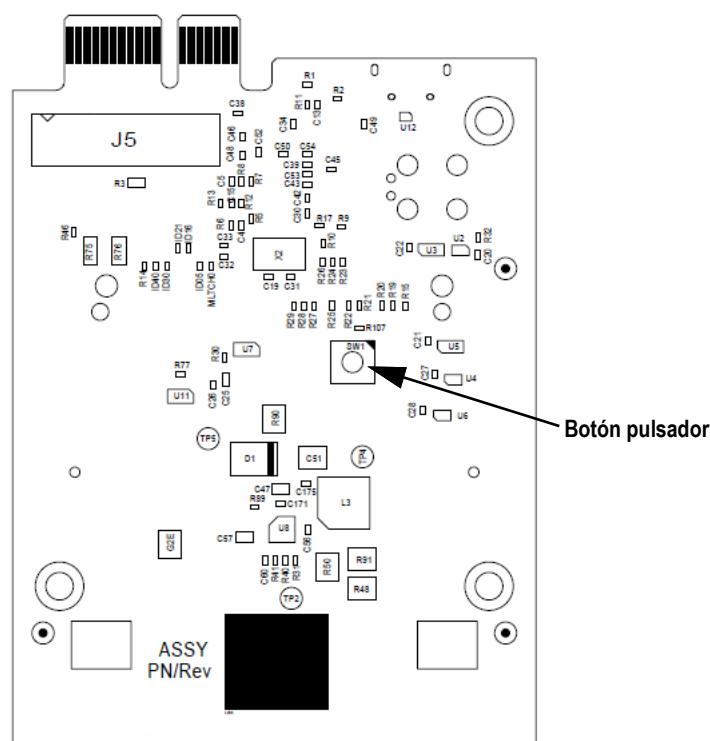

Figura 10-4. Ubicación del botón pulsador en la tarjeta host Anybus (n.º de ref. 164756)
6. Mientras mantiene presionado el botón pulsador de la tarjeta, conecte el extremo del micro USB al conector J4 (consulte la Figura 10-4). La PC detecta un dispositivo USB extraíble llamado CRP DISABLD.